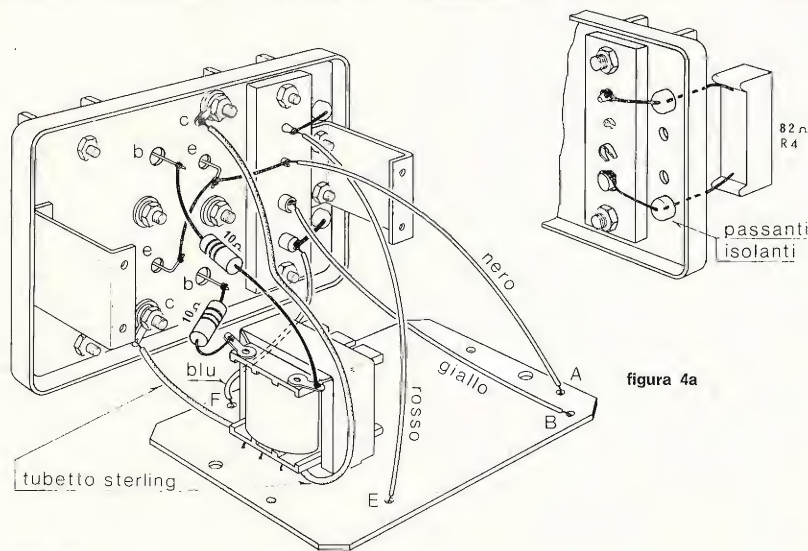

figura 4
- Saldare lo spezzone di filo rosso al terminale indicato in serigrafia e in figura 4 con la lettera «E».
- Saldare lo spezzone di filo giallo al terminale indicato in serigrafia e in figura 4 con la lettera «B».
- Saldare lo spezzone di filo nero al terminale indicato in serigrafia e in figura 4 con la lettera «A».
- Saldare lo spezzone di filo blu al terminale indicato in serigrafia e in figura 4 con la lettera «F».
- Saldare alle due pagliette che si trovano sul lato superiore del primario del trasformatore T_1 , vedi figura 4, i due resistori R_1 e R_3 , entrambi da 10 Ω . Dal lato della saldatura i terminali dei due resistori dovranno avere la lunghezza di circa 10 mm, dal lato opposto i terminali, che saranno successivamente saldati alla piastra, dovranno avere lunghezza di circa 20 mm.
- Infilare nei due conduttori provenienti dal primario del trasformatore T_1 i due spezzi di tubetto sterlingato giallo — figura 4.
- Infilare i terminali del resistore R_4 attraverso i due spinotti laterali della basetta porta prese. Collegare fra loro gli emettitori dei due transistori mediante uno spezzone di filo di rame nudo e collegarli con l'apposita presa della basetta porta prese, come indicato in figura 4.
- Saldare alla base di ciascun transistor i terminali liberi dei resistori R_1 e R_3 come è indicato in figura 4.
- Saldare il conduttore rosso, proveniente dal punto «E» del circuito stampato, alla presa superiore della basetta porta prese — figura 4.